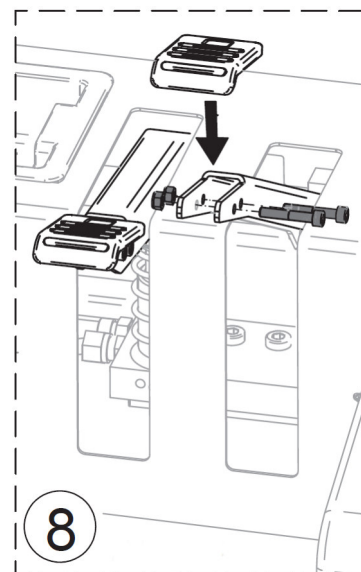

Abb. 22: Montage der Fußstützen
Schritt 8: Bringen Sie abschließend die Fußstützen gemäß Abbildung 22 an.